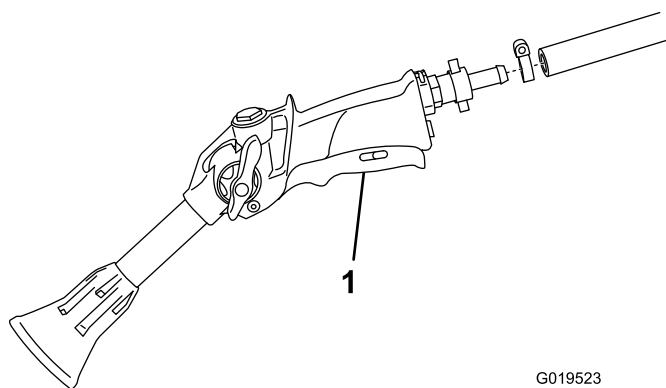

Bild 6
1. Schließen Sie das freie Ende des Spritzpistolenschlauchs am Anschlussstück an der Spritzpistole an (Bild 6).